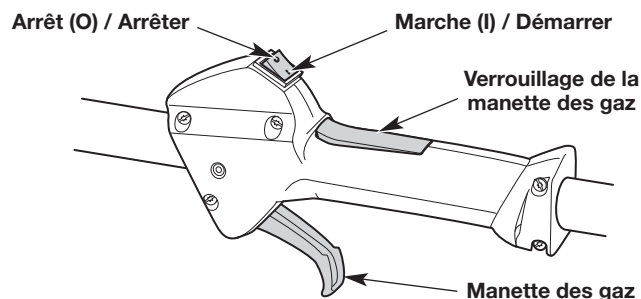
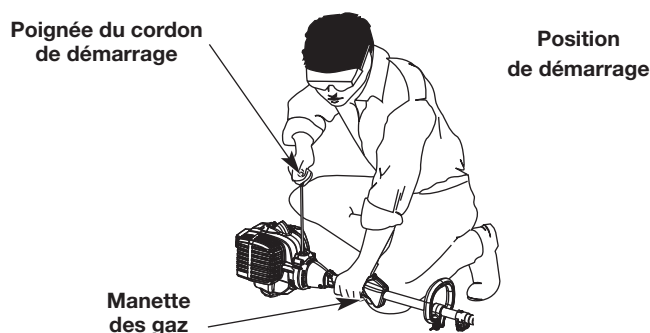

Fig. 10
Fig. 12
AVERTISSEMENT : Évitez un démarrage accidentel de l'unité. Afin d'éviter les blessures graves, l'utilisateur et l'appareil doivent se trouver en position stable lorsque le cordon de démarrage est tiré (Fig. 12).
REMARQUE : Il est inutile de mettre l'appareil en marche. La commande Marche/Arrêt est en position Marche (I) en permanence (Fig. 10).
5. Placez-vous en position de démarrage (Fig. 12).
6. Appuyez sur le verrouillage de la manette des gaz et enfoncez la manette des gaz (Fig. 10). Tirez sur la corde de démarrage en effectuant un mouvement contrôlé et ferme à **5 reprises** (Fig. 12).
2. Maintenez la commande Marche/Arrêt enfoncée en position ARRÊT (O) jusqu'à ce que le moteur soit complètement arrêté (Fig. 10).